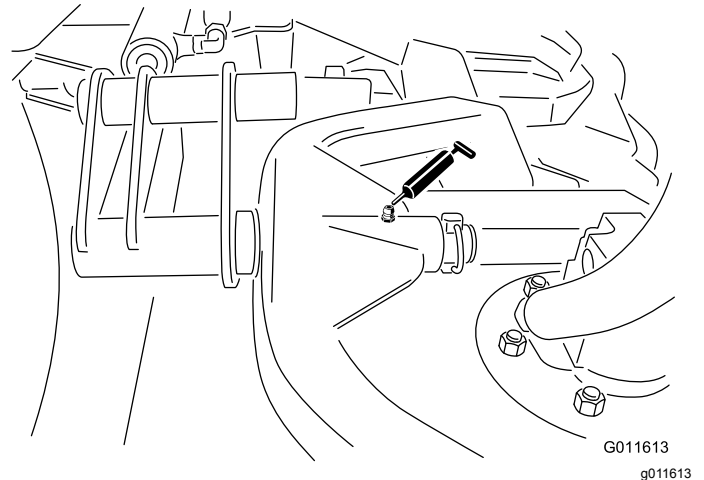

Figure 29
- Pivot de bâti porteur de plateau de coupe (x 1)—Figure 29